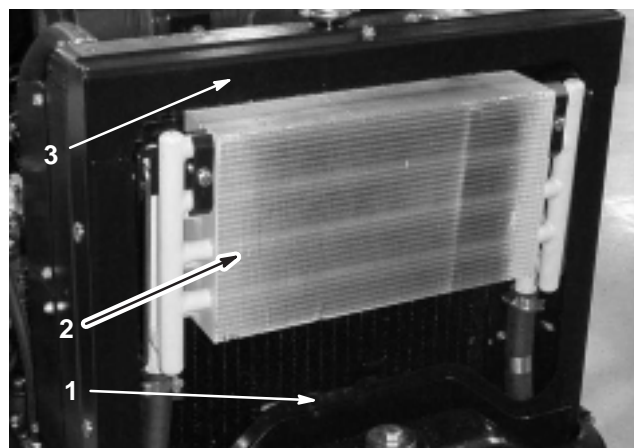

Figure 47
2. Déposez le panneau d'accès (Fig. 47).